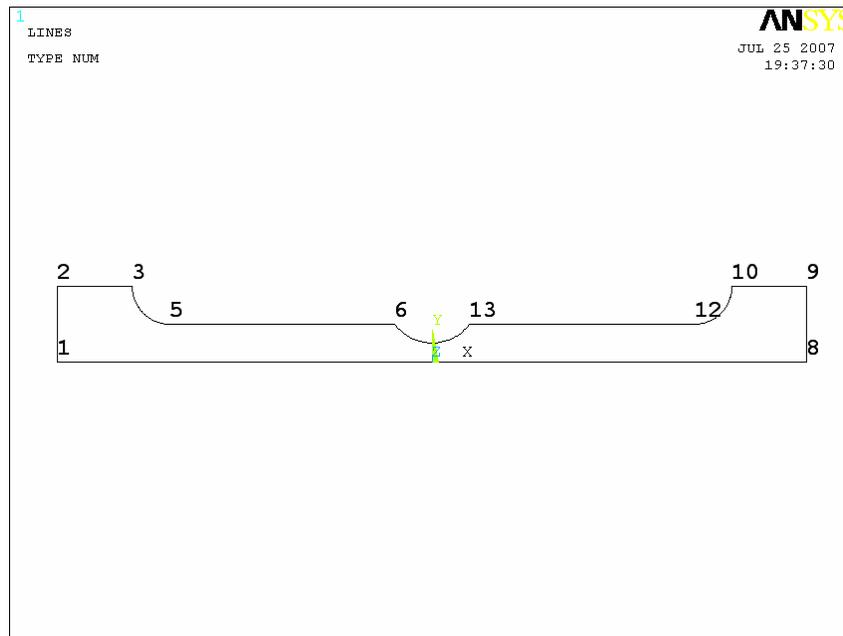

Рисунок 66. Результаты построения границы модели
- Нажимаем кнопку **OK** (Рисунок 66).